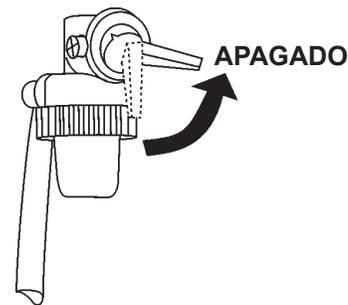

Figura 29. Palanca de la válvula de combustible del motor (apagado)
5. Coloque la palanca de la válvula de combustible del motor (Figura 29) en posición de **apagado**.